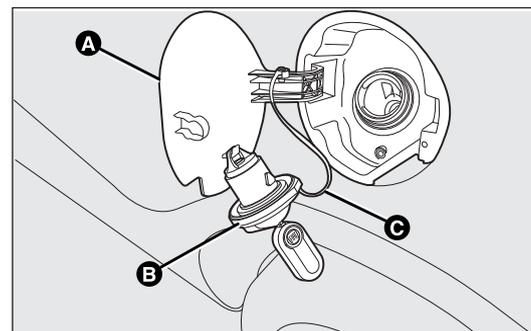

fig. 109
BOUCHON DU RESERVOIR DE CARBURANT fig. 109
- 1) Ouvrir la trappe A-fig. 109 en la tirant vers l'extérieur ; sans bouger le bouchon B, introduire la clé de contact dans la serrure et la tourner dans le sens inverse des aiguilles d'une montre.